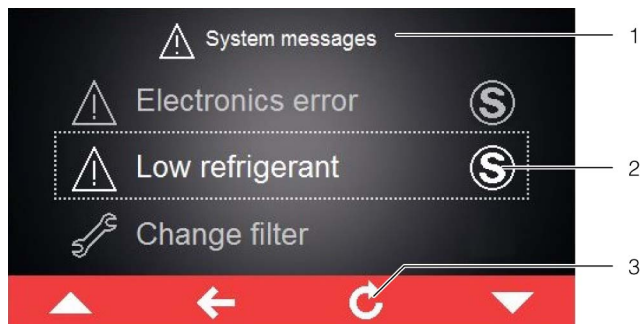

Bild 27: Bildskärm med felmeddelanden
Om ett felmeddelande föreligger, som inte kan åtgärdas av operatören själv och inte återställs av sig självt, visas bakom felmeddelandet samt i manöverpanelen bredvid symbolen för systemmeddelanden symbolen "Service" (bild 27, pos. 2).